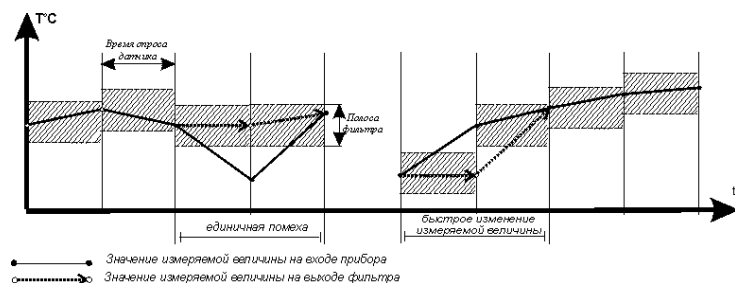

Рис. 7
3.1.3.1. Параметр b0-2, называемый полосой цифрового фильтра, позволяет защитить измерительный тракт от единичных помех. Полоса фильтра задается в единицах измеряемой величины. Если полученное значение отличается от предыдущего на величину, большую, чем установлено в этом параметре, то прибором производятся повторные измерения, до тех пор, пока полученное значение не попадет в заданную полосу (рис. 7). В течение всего этого времени на цифровом индикаторе остается старое значение измеренной величины.
3.1.3.2. Как видно из рис. 7, малая ширина полосы фильтра приводит к замедлению реакции прибора на быстрое изменение входной величины. Поэтому при низком уровне помех или при работе с быстроменяющимися процессами рекомендуется увеличить значение параметра или отключить действие полосы фильтра, установив в параметре b0-2 значение 00. В случае работы в условиях сильных помех для устранения их влияния на работу прибора необходимо уменьшить значение параметра. При этом возможно ухудшение быстродействия прибора из-за повторных измерений.